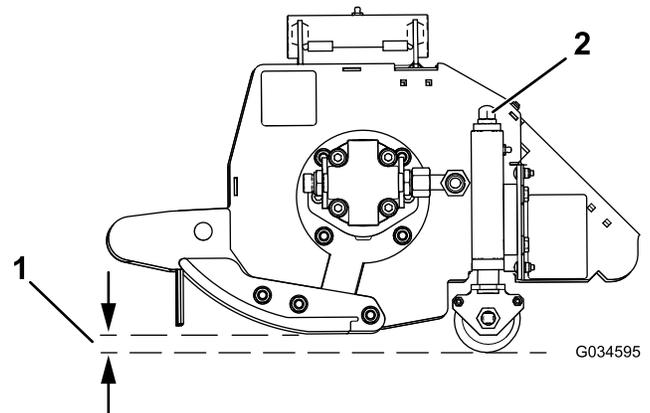

Figura 30
1. Rode o conjunto da porca de ajuste em ambas as extremidades no sentido dos ponteiros do relógio para diminuir a altura de corte ou no sentido contrário para aumentar a altura de corte (Figura 30).